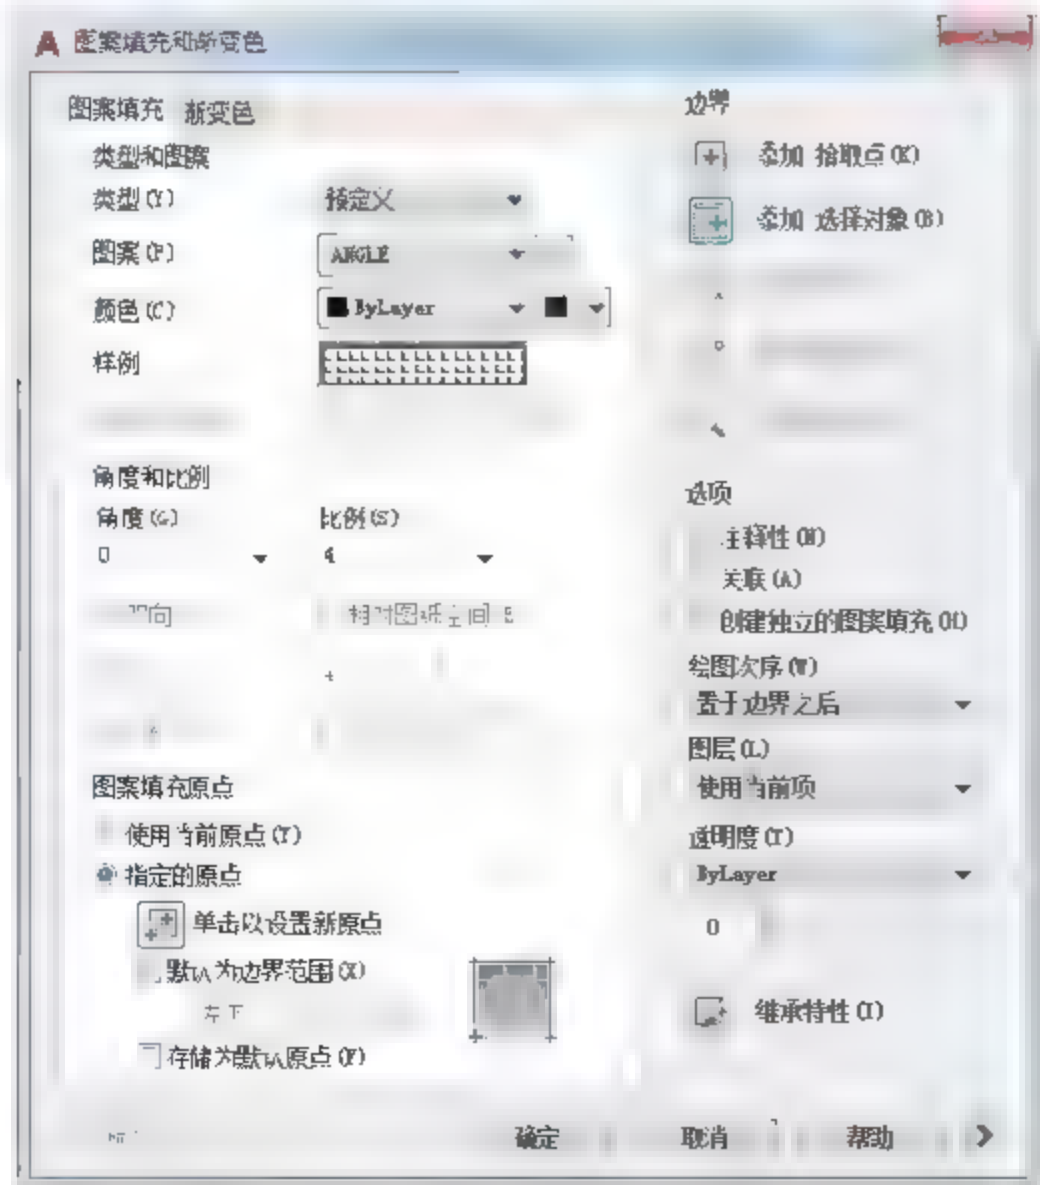

图4-132 【图案填充和渐变色】对话框和【填充图案选项板】对话框
如果用户使用过旧版的AutoCAD，那可能会不习惯【图案填充创建】选项卡式的操作方式。此时可在AutoCAD中执行【图案填充】命令后，命令行提示【拾取内部点或 [选择对象 (S)] / 放弃 (U) / 设置 (T) ]:】时，选择【设置 (T)】选项，弹出【图案填充和渐变色】对话框，单击【图案】选项右侧的  按钮，弹出【填充图案选项板】对话框，如图4-132所示。这样就方便习惯使用对话框操作的用户了。